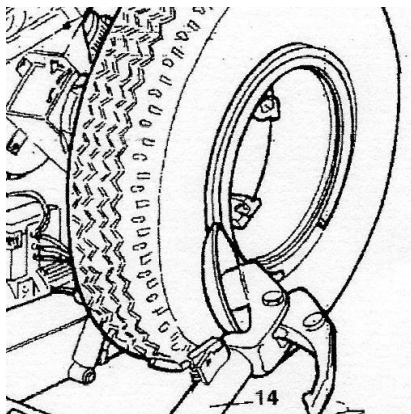

Рисунок 27
– Опустите рычаг устройства (поз. 14, Рисунок 27) в рабочее положение, пока он не защёлкнется в нужном положении.
– Переведите рычаг устройства отжима борта (поз. 14, Рисунок 27) от края обода обратно. Высвободите крюк-бортоотгибатель и наклоните рычаг в нерабочее положение.